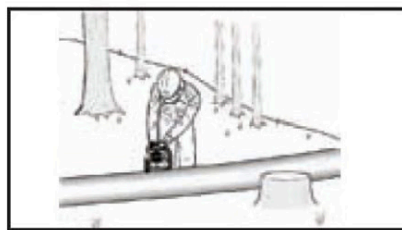

Fig. 4D
4. Al trozar en una pendiente, párese siempre en el lado cuesta arriba del tronco, como se ilustra en la Fig. 4D. Al "cortar", para mantener un control total, libere la presión de corte cerca del final del corte sin relajar el agarre de los mangos de la motosierra. No dejes que la cadena entre en contacto con el suelo. Después de completar el corte, espere a que la cadena de la sierra se detenga antes de moverla. Detenga siempre el motor antes de pasar de un árbol a otro.